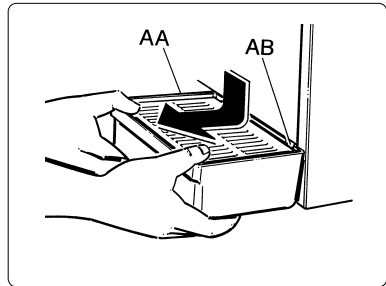

Fig. 19
- i) Smontare la vaschetta raccogli gocce (AA) abbassandola e tirandola verso l'esterno (vedi fig. 19).